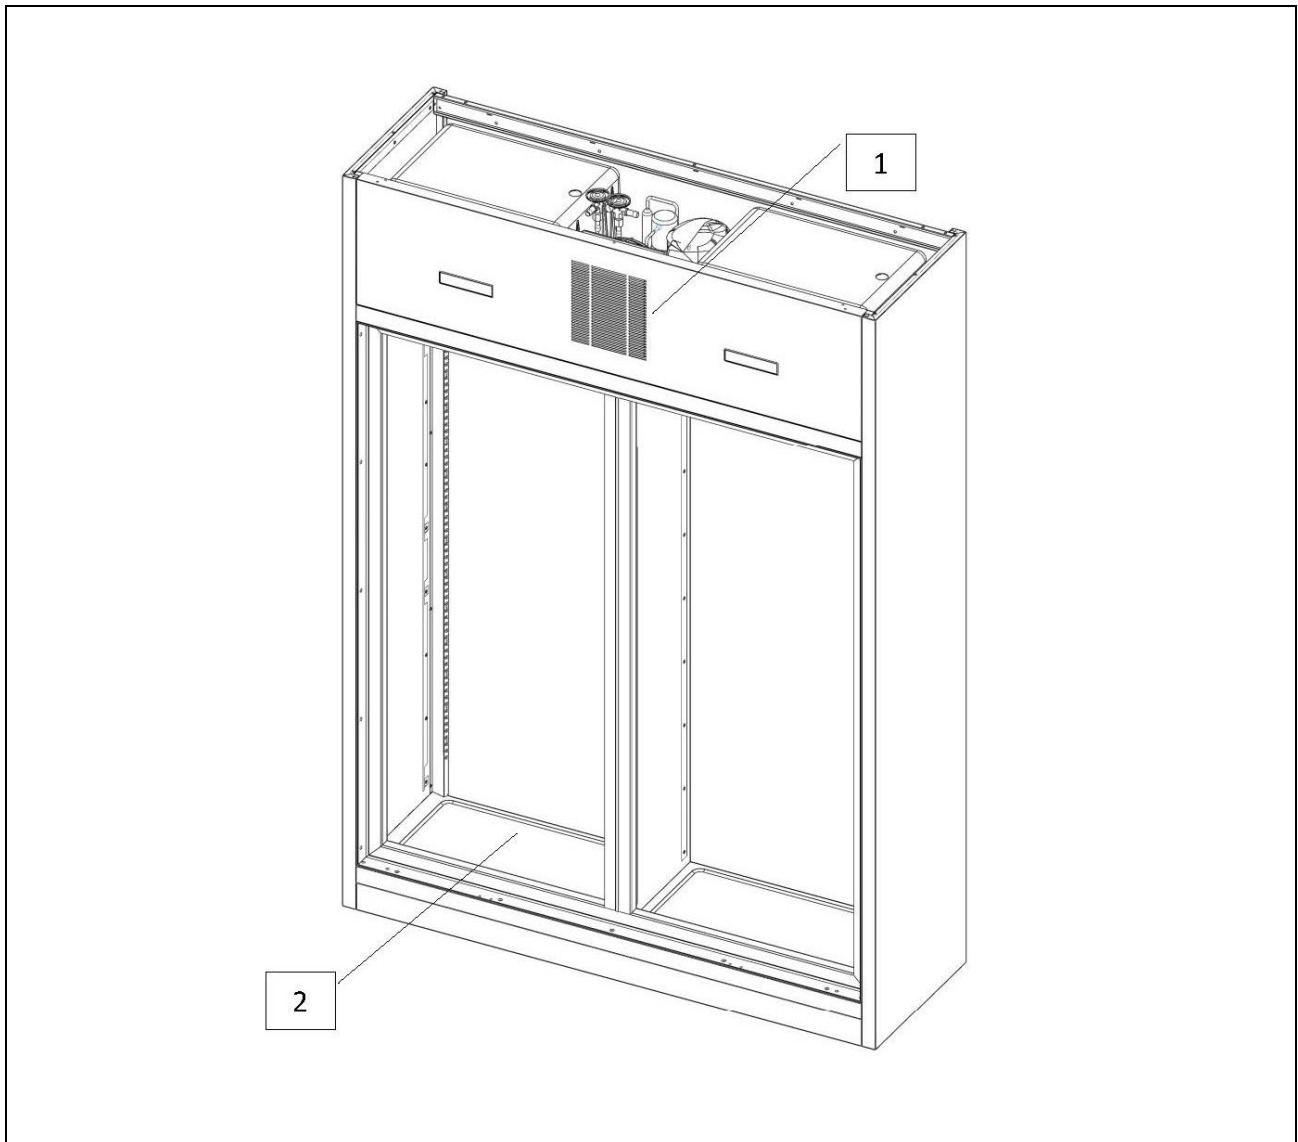

Fig. 5
- con condotti di aerazione (rif. 1, fig. 5) ostruiti;
- con le bottiglie poste a ridosso delle griglie di ventilazione interne (rif. 1, fig. 5), o direttamente sul fondo della cella (rif. 2, fig. 5).